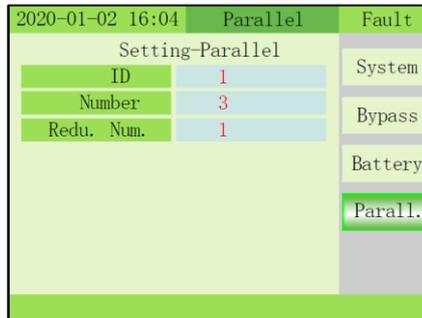

Fig. 3-20 Menú Setting/Maintenance - Parallel
14) MAINTENANCE – PARALLEL: Este elemento puede seleccionarse después de que el modo de trabajo se ajuste a paralelo. Pulse la tecla OFF para introducir el elemento y confirmar el valor, pulse ↻ para cambiar el valor (Fig. 3-20).